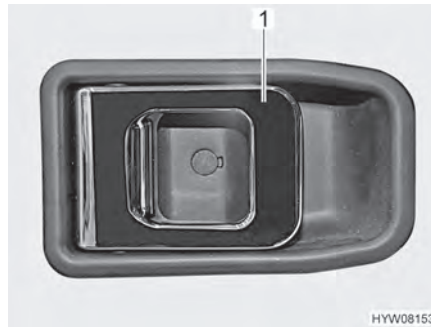

Bild 33 Dörrlås (förardörr, insida)
- Öppna:** ■ Drag i handtaget (Bild 33,1). Dörrlåset låses upp respektive öppnas.
- Låsa:** ■ Tryck ned handtaget (Bild 33,1). Dörrlåset är låst.